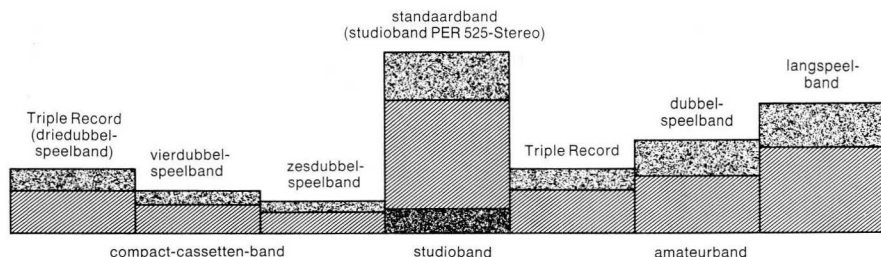

Fig. 2: De verschillende dikten van AGFA-GEVAERT magneetbanden.
- Banddikte** →driedubbel- →standaard-, →langspeel-, →dubbelspeel-, speel-, →vierdubbelspeel- en →zesdubbelspeelband, →fig. 2, blz. 12.
①	②	③		①	②	③